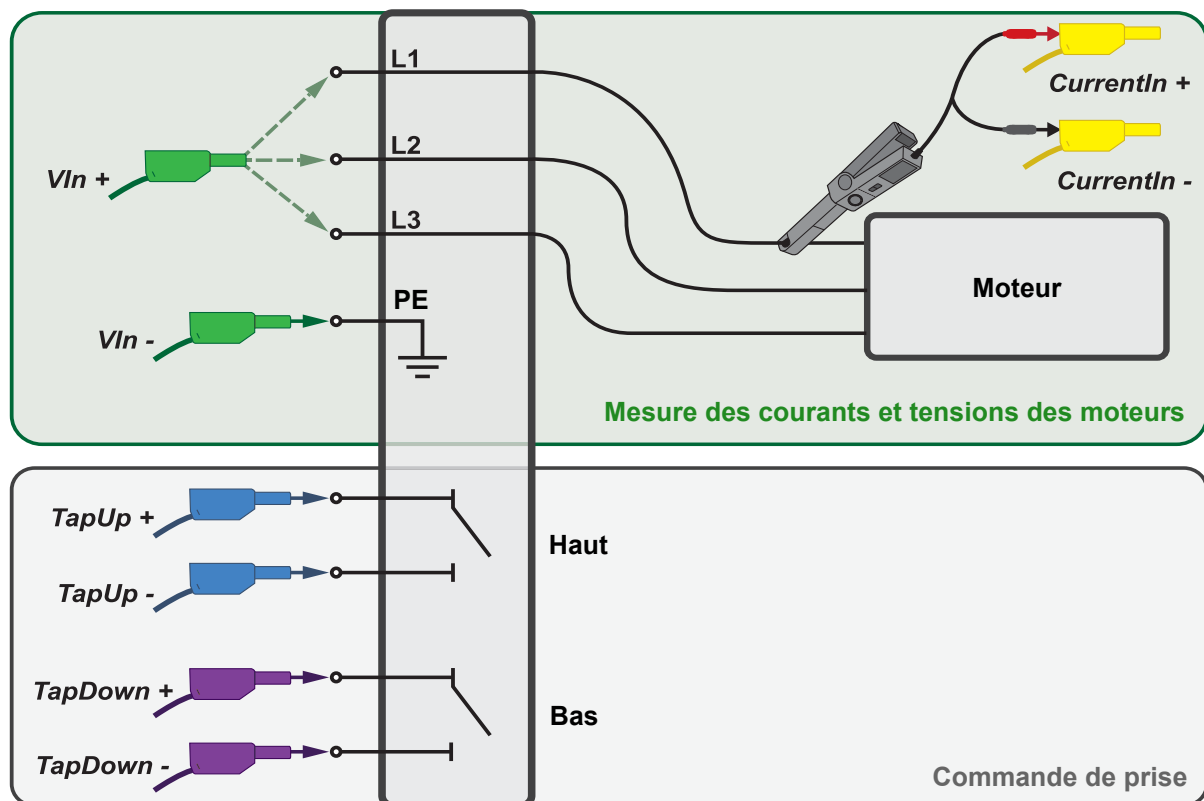

Figure 5-2: Schéma de connexion du câble du changeur de prises au changeur de prises
- III. Raccorder le câble du changeur de prises aux bornes appropriées de l'armoire de commande du transformateur (voir la figure 5-2 ci-dessous).